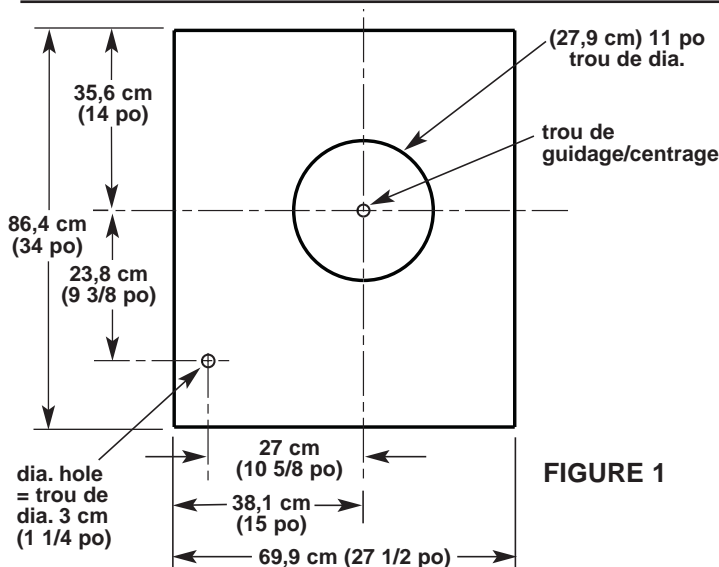

FIGURE 1
3. Tracer sur le mur un rectangle de 69,9 x 86,4 cm (27 1/2 x 34 po) – voir la **FIGURE 1**.
5. Tracer un cercle de diamètre 27,9 cm (11 po) centré sur le trou de guidage – voir **FIGURE 1**. Marquer la position du centre d'un trou de 3 cm (1 1/4 po) pour le passage du câble électrique, voir **FIGURE 1**.
Respecter les dimensions mentionnées à la **FIGURE 1** ou **2** à la page 3 pour positionner le trou de 3 cm (1 1/4 po) pour le passage du câblage.